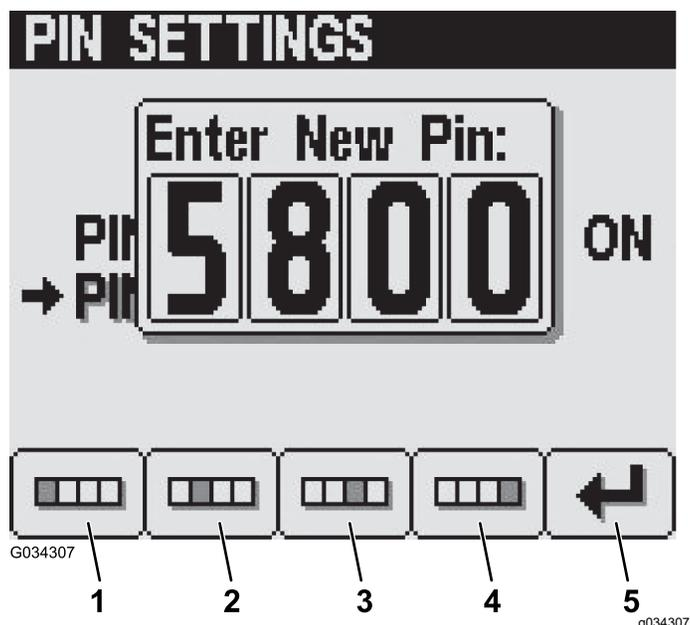

图 28
- 在输入新 PIN 屏幕按 1 至 4 号按钮可输入您的新 PIN 码。PIN 输入完成后按 5 号按钮图 28。